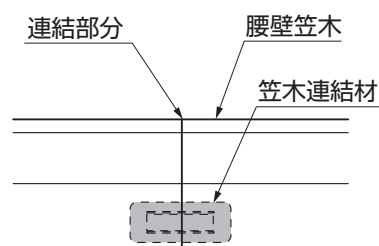

図3-5
- ①腰壁笠木連結キャップを取付けた腰壁用ベース材に、腰壁内側笠木と腰壁外側笠木をはめ込み取付けてください。
- ②笠木連結材を腰壁外側笠木と腰壁内側笠木の連結部分に貼付けてください。（図3-5参照）